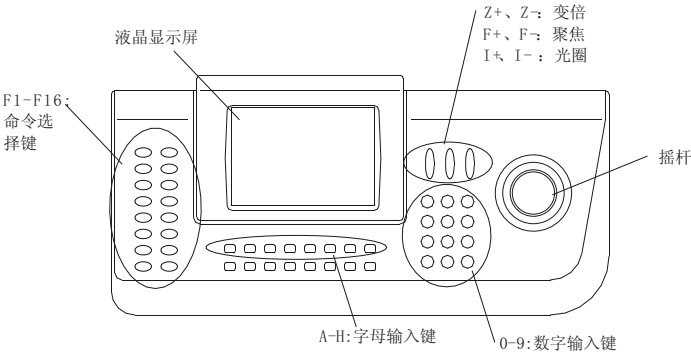

图 1
1、键盘外形如图1所示，由三维控制摇杆、按键和具有背光的LCD液晶显示屏三个主要部分组成。